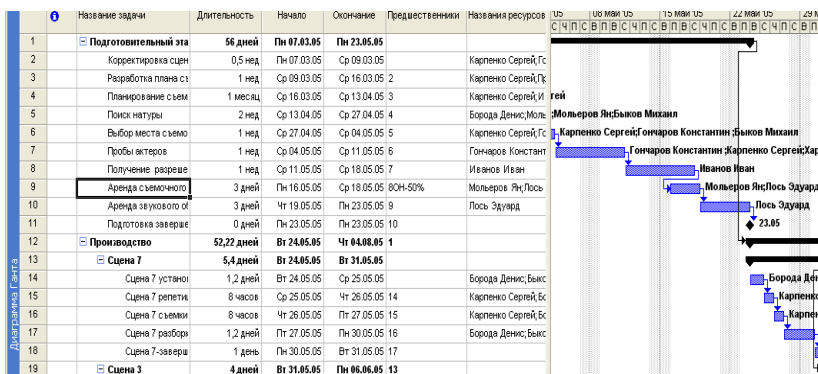

Рис. 126. План проекту з запізненням задачі 9
2.3. У результаті випередження наступна задача починається раніше, ніж закінчиться попередня (рис. 126):